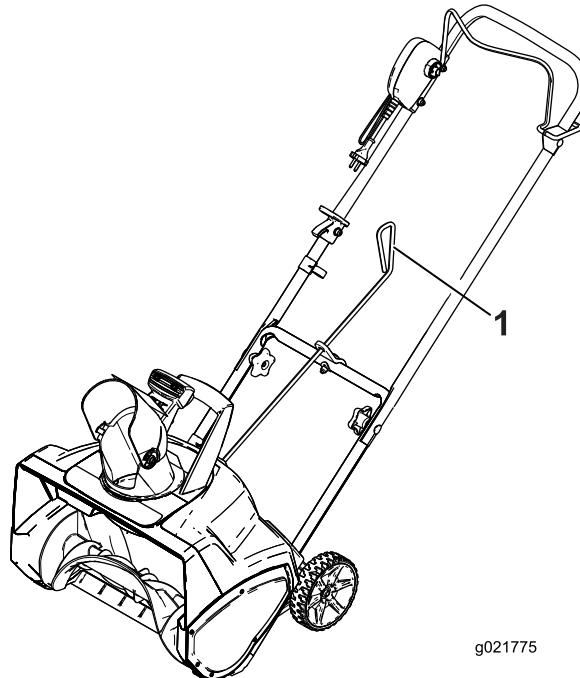
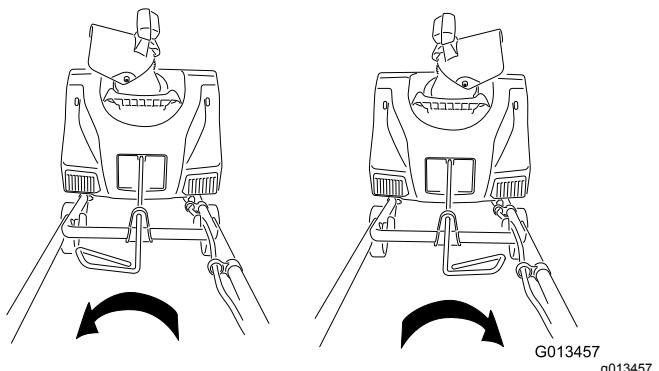

Рисунок 6
Рисунок 7
- Убедитесь, что рукоятка штока управления желобом направлена вверх (Рисунок 6), и вставьте шток в профилированное отверстие в задней части корпуса.
- Переместите рукоятку штока управления желобом, чтобы убедиться в том, что он движется в том же направлении, что и желоб (Рисунок 7).
Чтобы отрегулировать желоб для выброса снега, переведите рукоятку на штоке управления желобом в том направлении, куда вы хотите направить струю снега (Рисунок 6 и Рисунок 7).